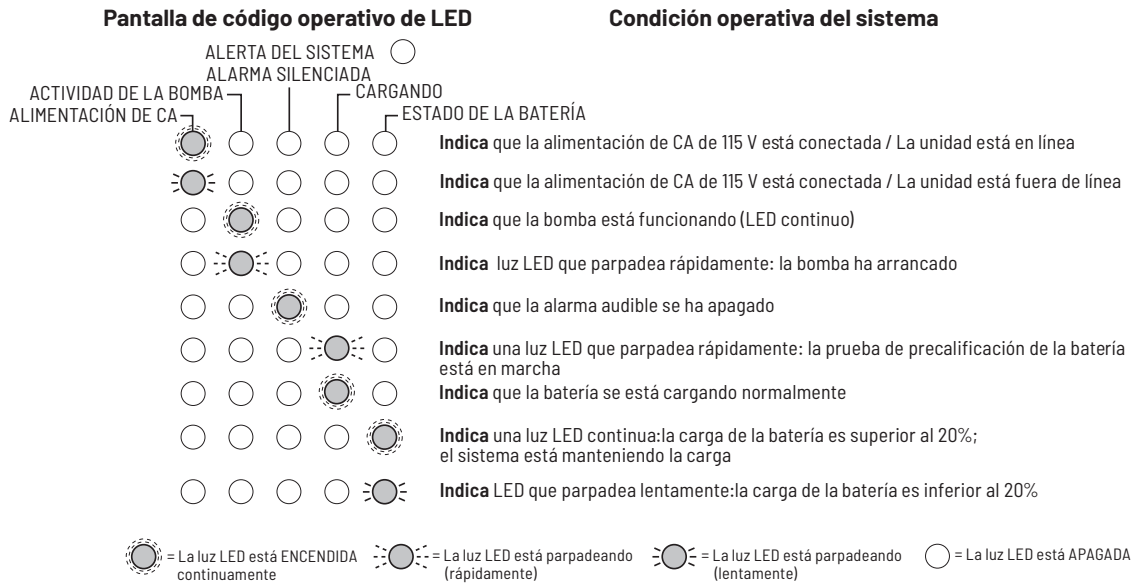

FIGURA 6: PANTALLAS DE CÓDIGO OPERATIVO (LUCES LED ENCENDIDAS CONTINUAMENTE O PARRADEANTES)
- ◆ Cuando la luz de alerta del sistema NO esté parpadeando, consulte la Figura 6.